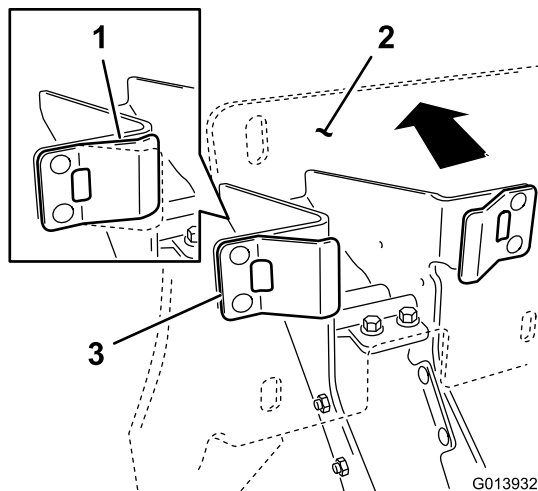

Рисунок 8
1. Убедившись в том, что пластмассовые упоры вошли в контакт с пружинными выступами, приложите достаточное усилие к узлу опорной пластины люльки для сжатия пружинных выступов на половину их хода (Рисунок 8).